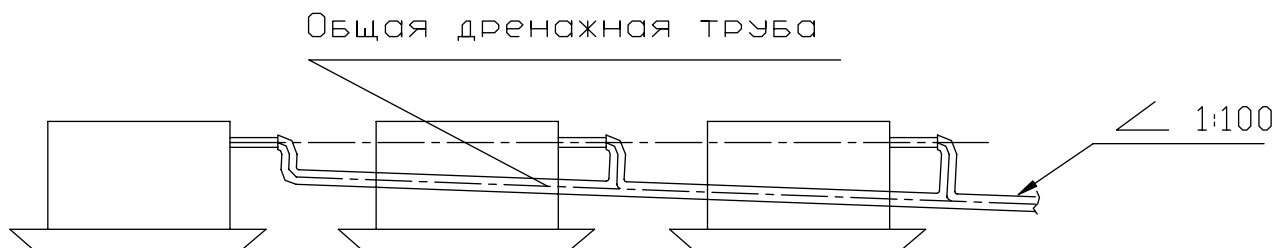

Рис.5.6 — Дренажный трубопровод с общей дренажной трубой
5.5.1 Схема дренажного трубопровода, как правило, разрабатывается для внутренних блоков канального и кассетного типа. Для данных типов блоков рекомендуется подключать дренажный трубопровод от каждого блока к общей дренажной трубе (см.рис.5.6).